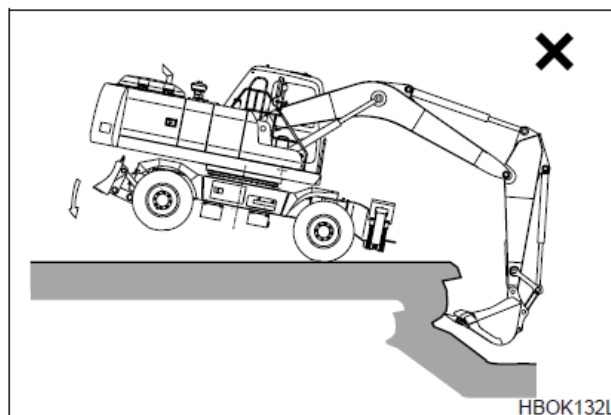

Рис. 59
7. ЗАПРЕЩАЕТСЯ использовать вес машины для придания дополнительного усилия отрыва. (См. рис. 59.)